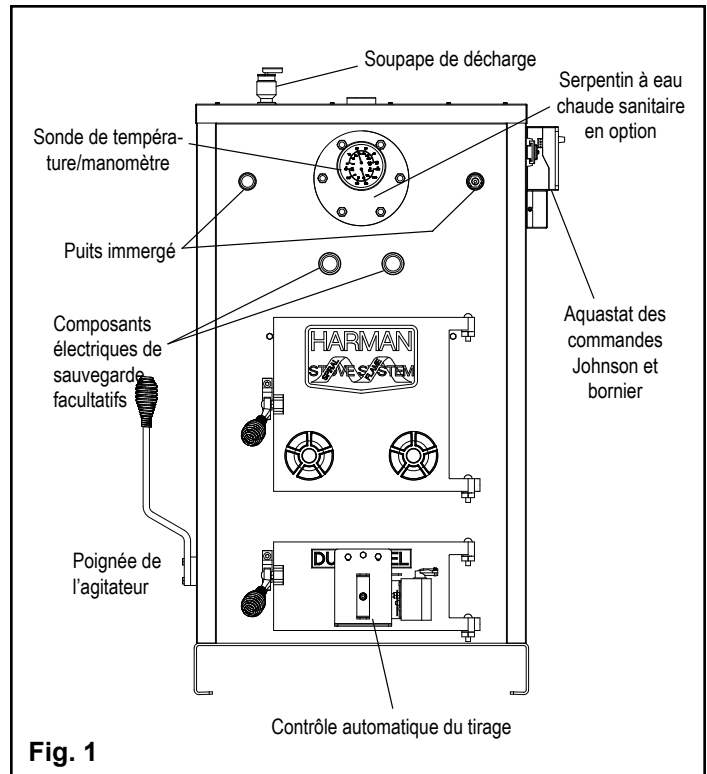

Fig. 1
Installez la sonde de température/le manomètre dans le moignon de conduite situé au centre de la plaque ronde à l'avant du chauffe-eau (Fig. 1).
(Voir les composants facultatifs à la page 7.) Placez le rail DIN sur une surface plate, en orientant le côté plat vers le bas. Placez une pince sur son extrémité gauche. Glissez la commande A350 sur le rail depuis la droite, jusqu'à ce qu'elle bute contre la pince à l'extrémité. Glissez la commande Y350 sur le rail en guidant le connecteur enfichable et en connectant ce dernier à la commande A350. Puis installez la commande S350 en guidant de nouveau le connecteur enfichable avec précaution. Installez l'autre pince sur l'extrémité droite du rail DIN. Enlevez les couvercles des trois commandes en desserrant leurs quatre vis. Installez la boîte de connexion sur les commandes au moyen des (3) raccords filetés Chase fournis dans la trousse. Installez la boîte de connexion et les commandes sur la tôle latérale du chauffe-eau, comme illustré à la figure 1, en utilisant les quatre trous de la boîte de connexion. Utilisez (2) écrous no 8-32 pour installer le bornier sur les goujons situés à l'intérieur de la boîte de connexion.
Si vous avez besoin d'un système électrique de sauvegarde, installez-le maintenant. Deux boîtes de commande supplémentaires devront être ajoutées à votre aquastat. Un rail DIN plus long sera donc nécessaire. Les deux éléments de chauffage doivent être installés sur l'avant du chauffe-eau (Fig 1).